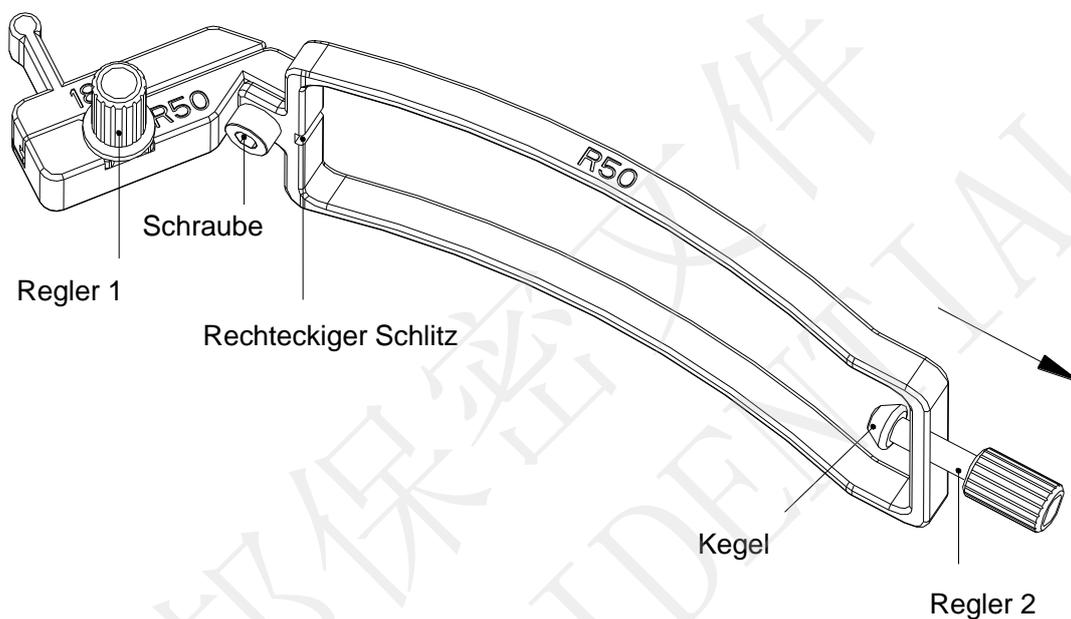

Abbildung 6-28 Aufbau des Nadelführungshalterungs-Kits
Sonde finden Sie in Tabelle 3-2 Nadelführungshalterungs-Kits des Benutzerhandbuchs). Der Aufbau des Nadelführungshalterungs-Kits ist in Abbildung 6-28 dargestellt.
Schritt 2: Prüfen Sie, ob sich Schraube und Regler 1 lösen. Wenn dies der Fall ist, ziehen Sie die Schraube mit einem Innensechskantschlüssel fest, und fixieren Sie den Regler 1 mit den Fingern. Drehen Sie Regler 2 gemäß Pfeilrichtung in Abbildung 6-28 (mit normaler Kraft) bis zum Stopp gegen den Uhrzeigersinn.